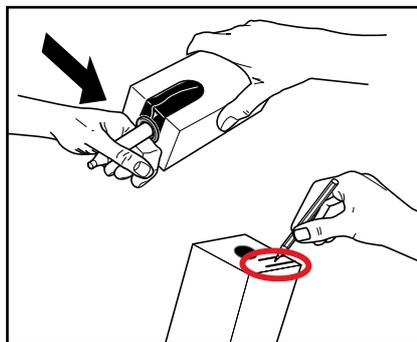

図19
4. プラスチックラップを取り除き、消費期限を製品パックに記入してください。(図19)
5. 製品パックに記載されている指示に従って、計量装置を開けてください。(図19)